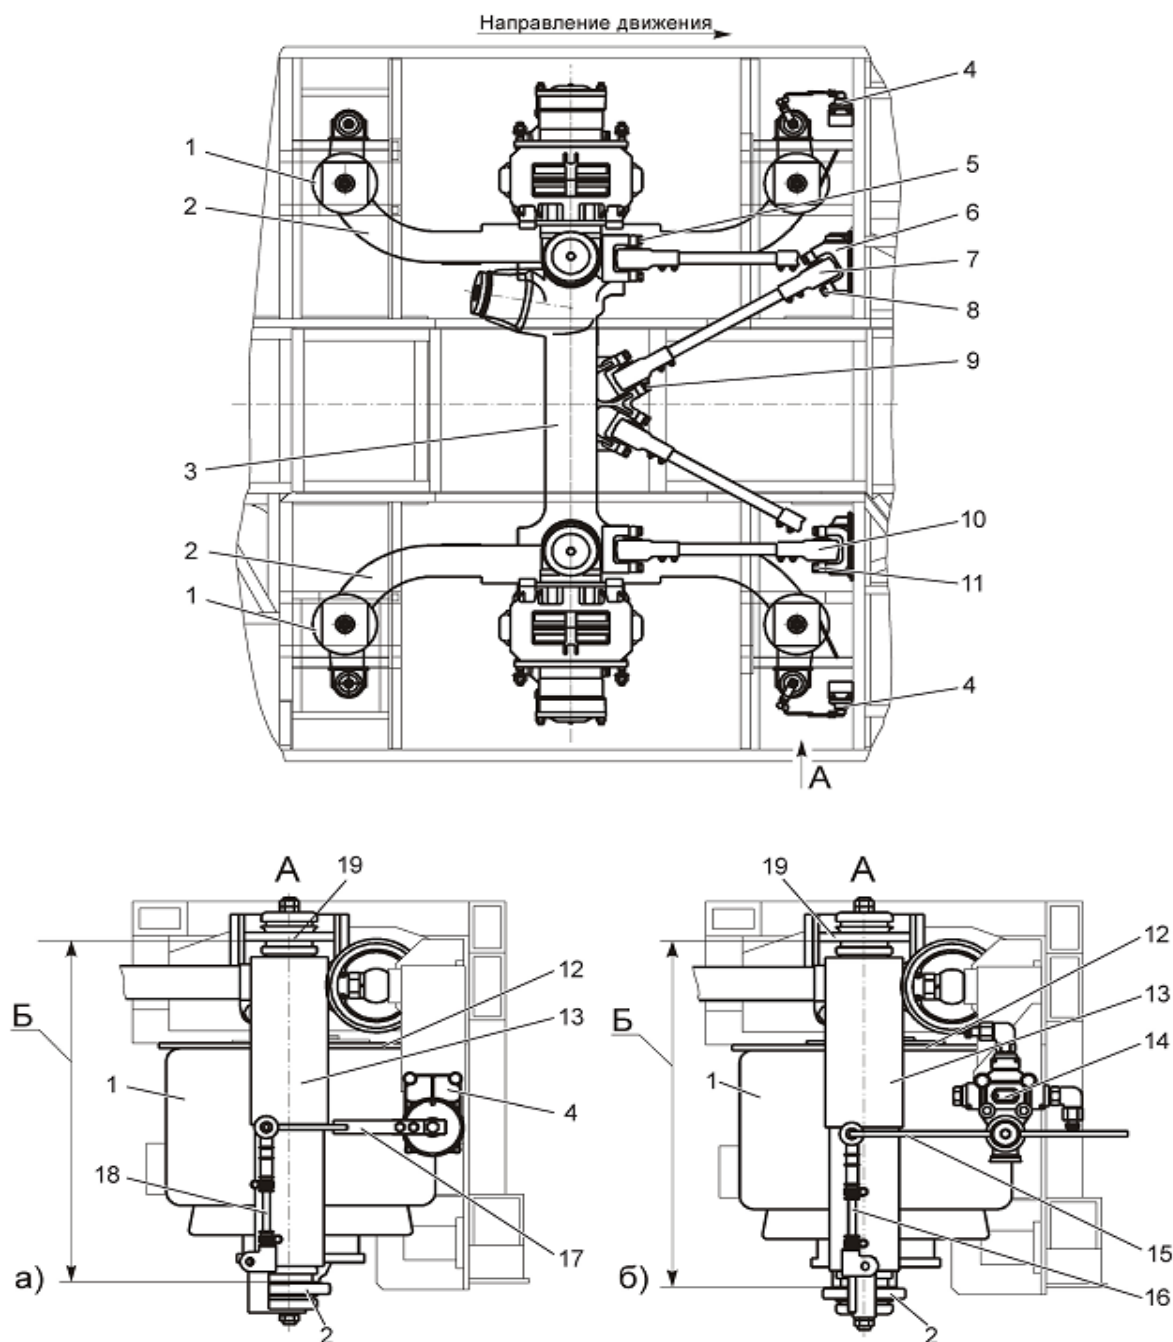

Рисунок 3.5.1 – Задняя подвеска:
Задний мост 3 (рис. 3.5.1) шарнирно соединен с кузовом троллейбуса системой реактивных штанг, состоящей из двух нижних реактивных штанг 7 и двух верхних реактивных штанг 10. Реактивные штанги воспринимают усилия от реактивного и тормозного моментов и передают толкающие усилия.
Для гашения колебаний, возникающих при движении троллейбуса по неровностям дороги, в подвеске установлены четыре гидравлических амортизатора 13 (рис. 3.5.1) двустороннего действия телескопического типа. Одним концом амортизаторы через
– крепление головок реактивных штанг к кронштейнам каркаса троллейбуса и к заднему мосту. Момент затяжки болтов 5, 8 9, 11 (рис. 3.5.1) – 275...314 Н·м (28...32 кгс·м);
Установка заднего моста симметрично продольной оси троллейбуса производится изменением длин нижних реактивных штанг 7 (рис. 3.5.1). Допустимое отклонение от симметричности – 2 мм, контроль производить по расстоянию между привалочными поверхностями ступиц колес и плоскостями, проходящими через вертикальные симметричные относительно продольной оси троллейбуса стойки каркаса.